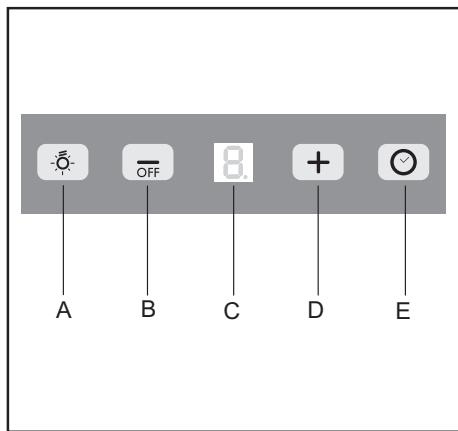

Fig.18
KONTROLLER: (Fig.18)
• Vettfilters/koolstoffilters verzadigd : Fig.18